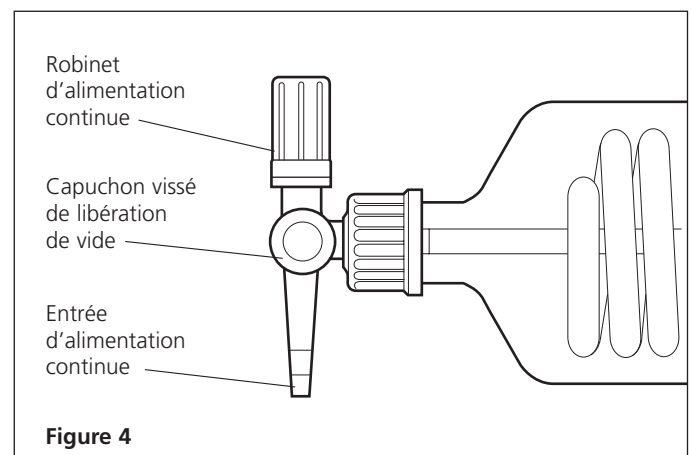

Figure 4
11. Maintenir le ballon récepteur (5) en position et le fixer avec la pince d'assemblage sphérique (7).
12. Placer le ballon rotatif (4) sur l'extrémité du tube de vapeur et le fixer à l'aide de la pince d'assemblage conique (2).
13. Déposer le chapeau à visser en plastique gris de l'extrémité étroite du condenseur et le monter sur l'adaptateur d'alimentation/libération de vide (3) (voir fig. 4).
14. Passer le tuyau en PTFE par le condenseur et le tube de vapeur de façon à ce que l'extrémité soit à l'intérieur du ballon rotatif. Noter que pour RE301 et RE302, le tuyau PTFE peut devoir être réduit en longueur pour s'adapter au ballon florentin (voir fig. 4).
- a) Déposer le ballon rotatif (4) du tube de vapeur (8) et le remplir du liquide à évaporer. Veiller à ce que le ballon ne soit jamais plus qu'à moitié plein. Fixer le ballon sur l'assemblage conique à l'aide de la pince (2)
- b) Examiner l'adaptateur d'alimentation/libération (3) et s'assurer que le robinet et le capuchon vissé de libération de vide sont fermés (voir fig. 4).
- a) Attacher une longueur de tubulure flexible à l'entrée d'alimentation continue de l'adaptateur d'alimentation/libération (voir fig. 4).